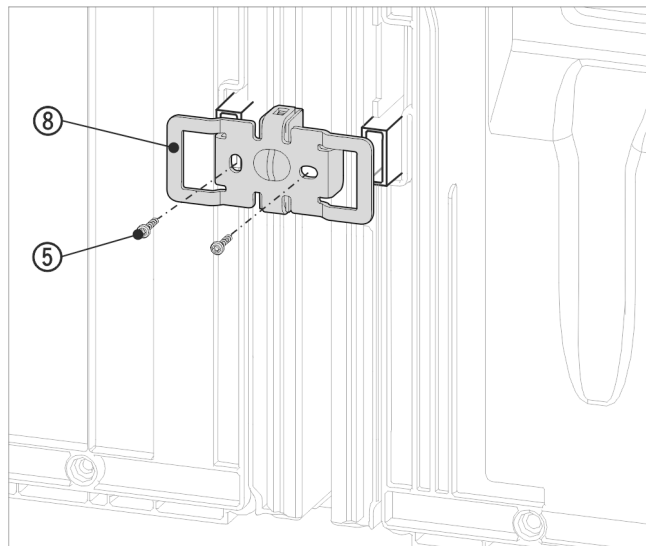

Fig. 19 Eksempelfremstilling
- Skyv vinkelen Fig. 19 (8) på nytt med utsparingene over holderen for veggavstandsholderen.
- Skru den godt fast med 2 skruer Fig. 19 (5).